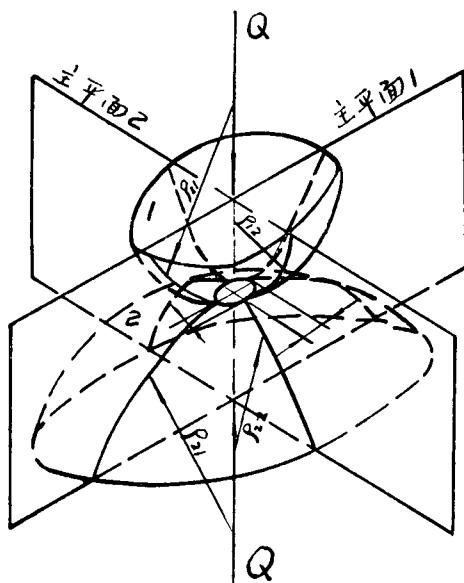

图 1-4 点接触计算简图
2. 点接触的情况（图 1-4）
R_d ——当量曲率， $R_d = R_{11} + R_{12} + R_{21} + R_{22}$ ，其中， R_{11}, R_{12} 是曲面 1 在接触点处的主曲率，即是主曲率半径 ρ_{11}, ρ_{12} 的倒数（参见图 1-4）， $R_{11} = 1/\rho_{11}$, $R_{12} = 1/\rho_{12}$, R_{21}, R_{22} 是曲面 2 在接触点处的主曲率； $R_{21} = 1/\rho_{21}$, $R_{22} = 1/\rho_{22}$ 。